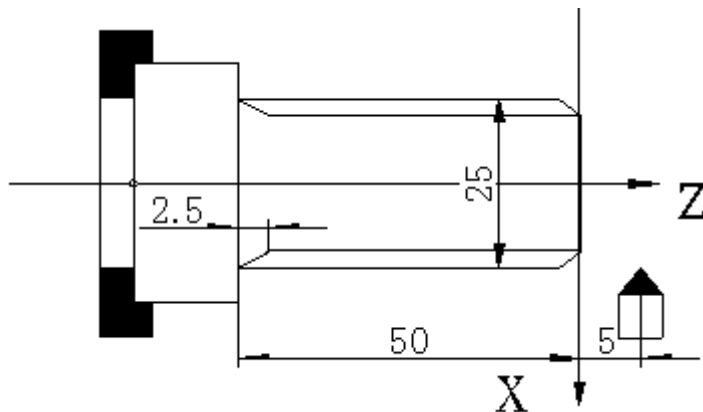

图 4-13 螺纹切削
5) 综合示例： 如下图 4-13
例：螺纹导程 2mm 切深 2.5mm（直径值，分两次切入）。如图 4-13：